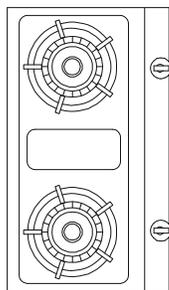

图 6-1-33
**STEP 01** 使用旋转命令 ROTATE 将燃具旋转 90°, 如图 6-1-33 所示, 具体操作步骤如下: